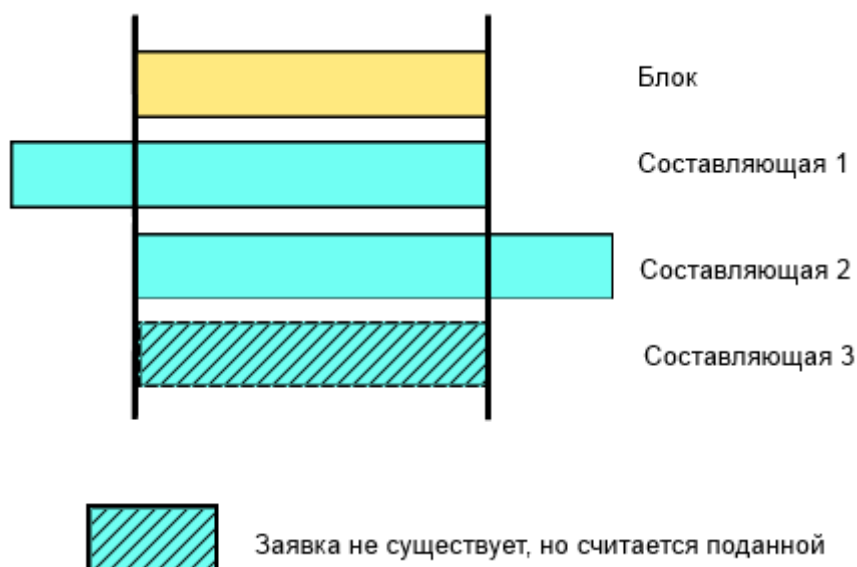

Рисунок 13.109 – Заявки на блок и все составляющие, сроки ремонта составляющих пересекаются со сроком ремонта блока
- производится анализ структуры блока, считаются поданными заявки на все составляющие блока в те же сроки, что и заявка на блок (Рисунок 13.109);